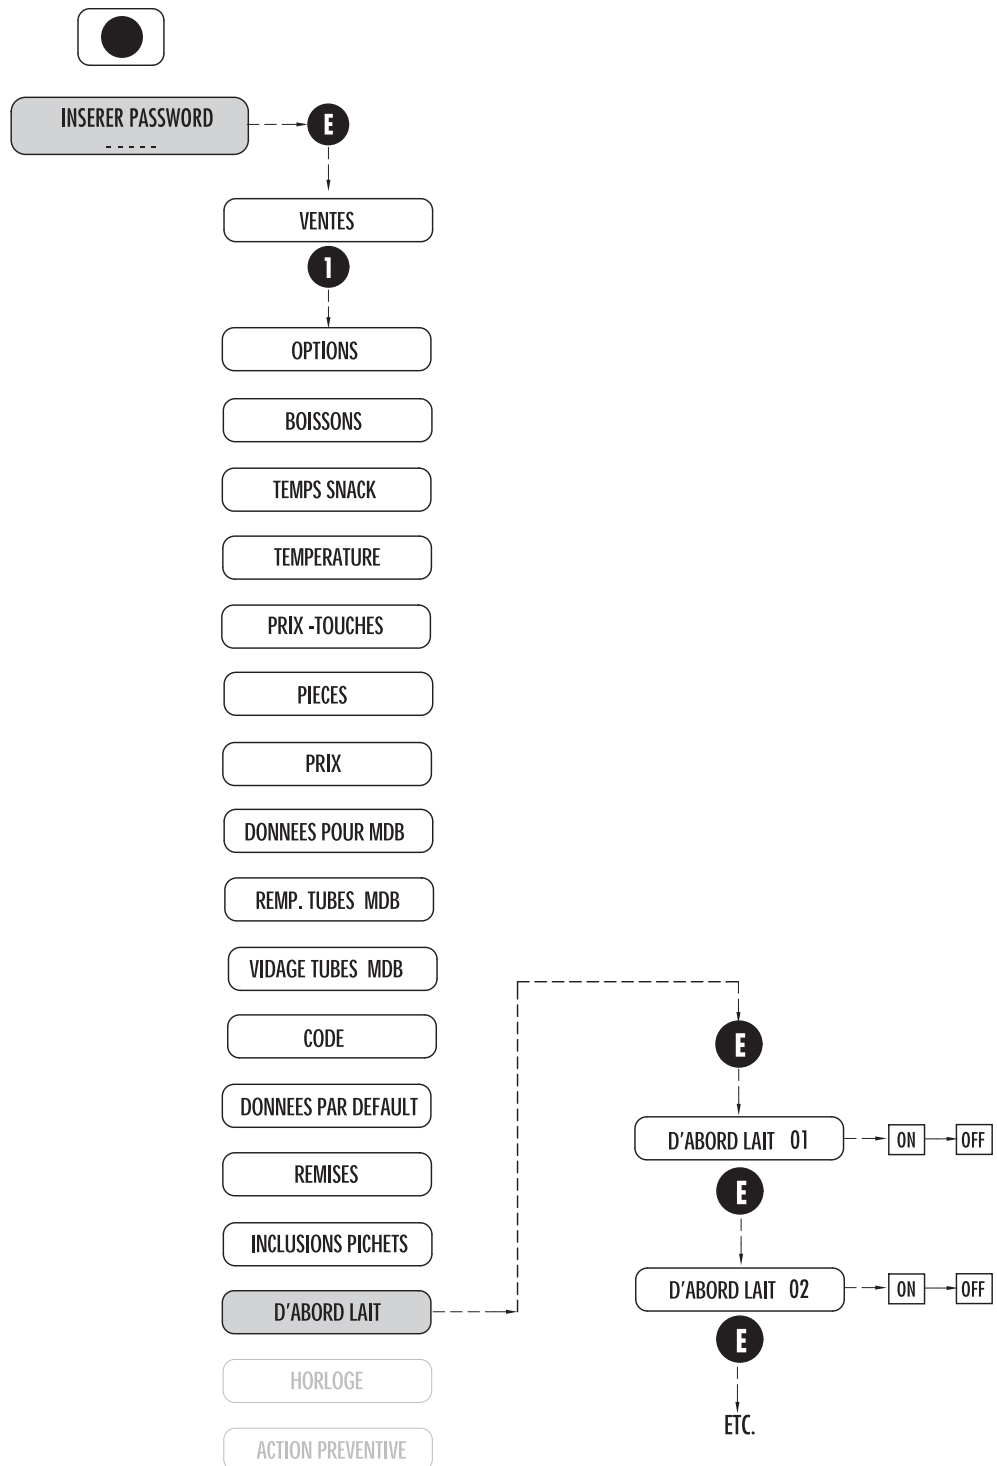

Fig. 7.19
7.2.16 D'ABORD LAIT (Fig. 7.19)